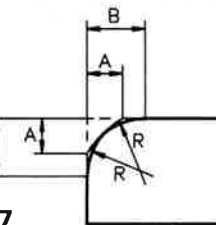

Fig. 7
- ② 次に、プレートA側を側面に、プレートB側を上面に当てて、2回目の切削をして下さい(Fig. 7)
- ③ この場合、切削R面の中央に継目が残ることをご了承下さい。
- ② Next, placing plate A on side surface and plate B on upper side, conduct the second cut. (See Fig. 7)
- ③ In this case, slight seam may be left in center of chamfered surface.